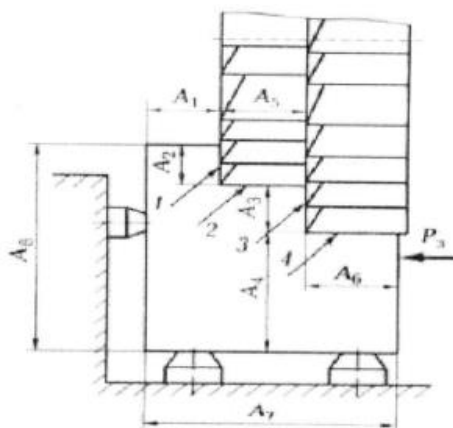

Рисунок 1 – Фрезерование
1. На горизонтально-фрезерном станке набором фрез одновременно обрабатывают поверхности 1, 2, 3, 4 (см. рис. 1). Построить схему базирования и указать расчетные зависимости для определения погрешности базирования при выполнении размеров $A_1, A_2, A_3, A_4, A_5, A_6$. Размеры A_7 и A_8 выполнены соответственно с отклонениями $(\pm 1/2) T_{A7}, (\pm 1/2) T_{A8}$; P_3 - сила зажима заготовки.